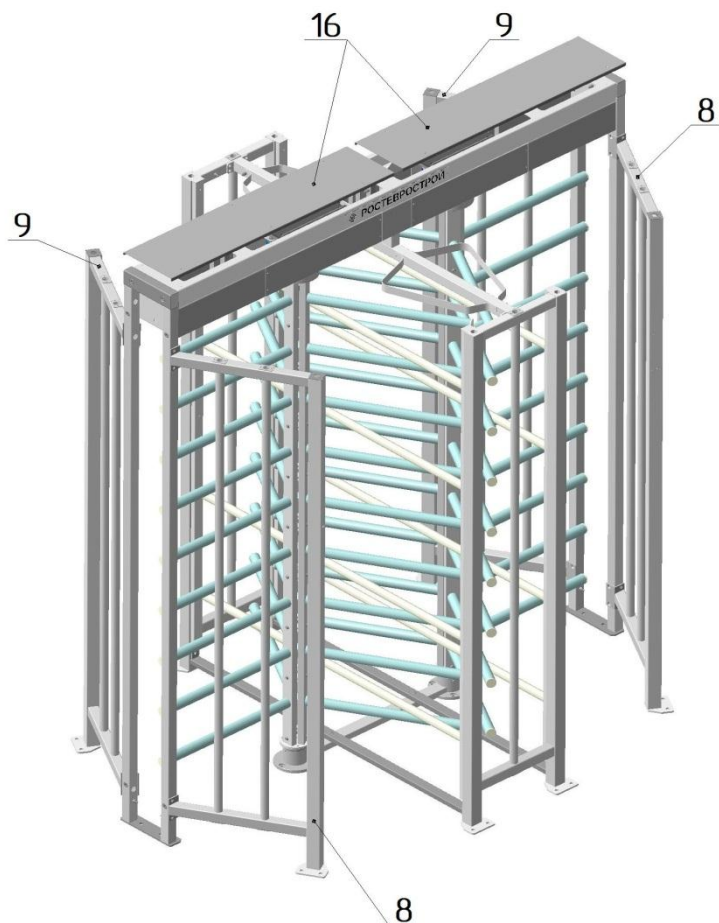

Рис. 9
6.2.3. Установка ограждения (рис. 9):
- установите на место две крышку **16** (см. рис. 9 - выполнить после подключения турникета и, при необходимости, проведения режима калибровки) и закрепите винтами М4.